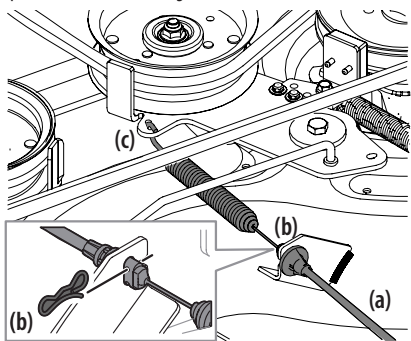

Figura 31
10. Extraiga con cuidado el cable de la PTO (a) de la parte posterior de la plataforma de corte retirando el pasador de chaveta (b) que lo sujeta. Retire el resorte (c) del soporte de polea loca de la plataforma. Consulte la Figura 31.